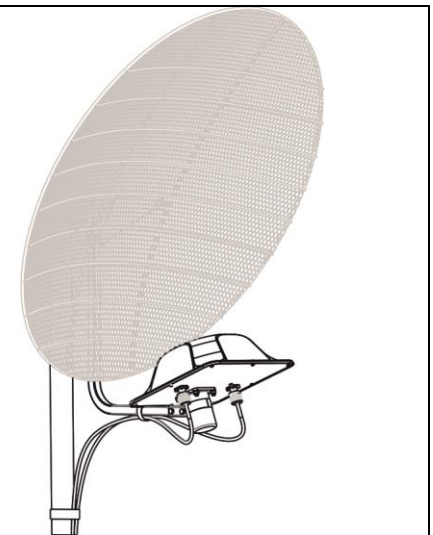

Рисунок 3. Общий вид облучателя Mona MIMO 2x2 Offset, установленного на рефлектор с подключенными кабелями.
3. Подключите нижний разъем (5) кабеля снижения (6) к разъему (7) антенного адаптера (8) (рис.3). Разъем (9) антенного адаптера вставьте в антенное гнездо (10) модема (1). Подключите модем (11) к компьютеру через USB-удлинитель (12). Аналогично подключите второй кабель снижения к модему через второй адаптер. Установите и запустите программу, поставляемую с модемом на вашем ПК. В настройках сети установите желаемый стандарт связи по умолчанию, например, "Только 4G/3G" или "Only LTE/3G".